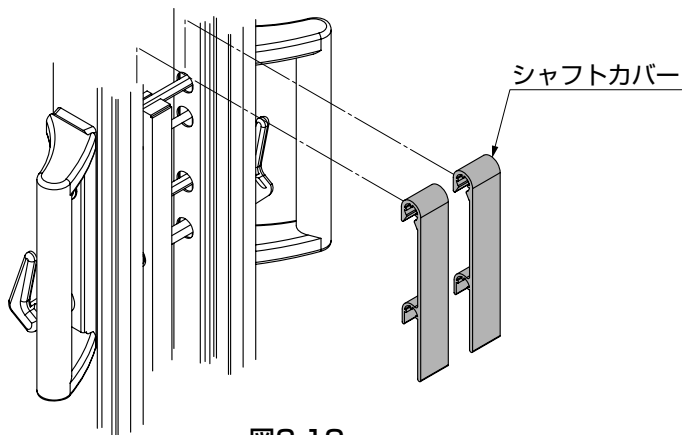
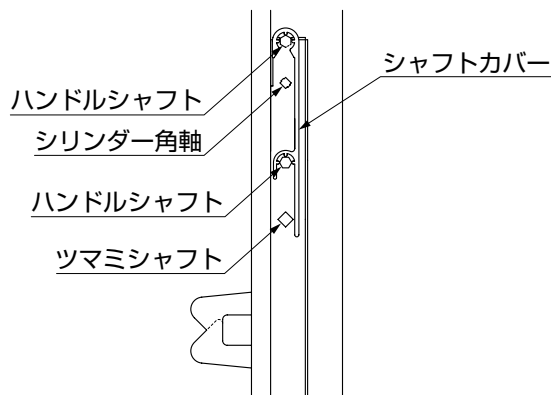

図3-12
図3-13
- ①錠(掛け側)の枠の裏側に、シャフトカバーを上からカチッというまで押込んでください。(図3-12、図3-13参照)